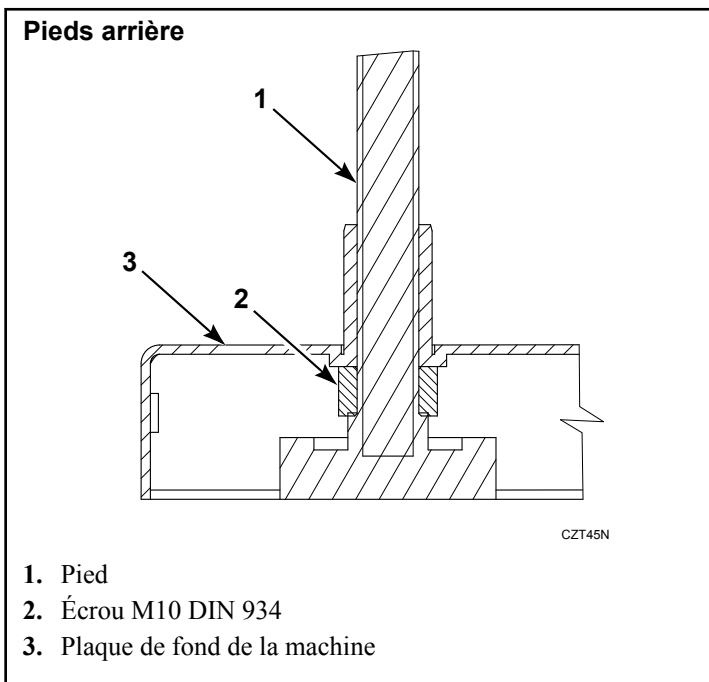

Figure 23
5. Démontez les pieds arrière de la machine (en les dévissant). Vissez l'écrou standard M10 sur le pied. Serrez complètement les écrous. Revissez les pieds arrière assemblés de telle sorte sur la machine. Serrez complètement les pieds. Le pied arrière assemblé dans la machine est indiqué dans *Figure 23*.